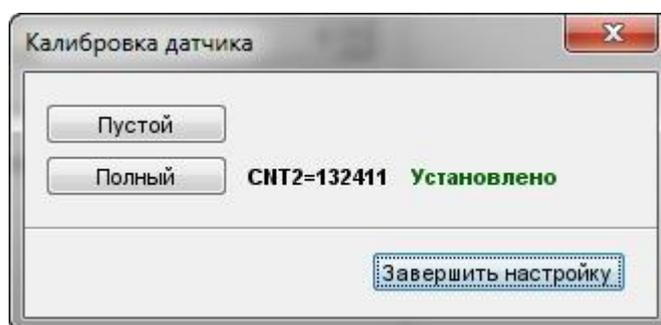

Рис. 2.15 Установка верхнего и нижнего пределов уровня (а)
4. В окне программы (см. Рис. 2.15) нажмите кнопку **Полный**. Напротив кнопки **Полный** появится надпись **Установлено**.